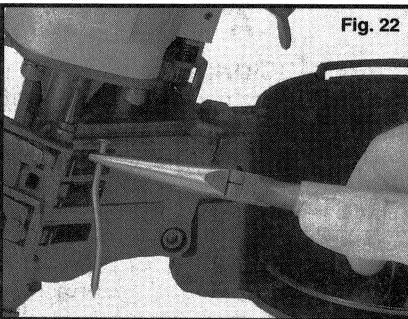

Fig. 22
3. Utilice una varilla delgada de acero dulce para empujar la hoja del impulsor hasta su posición más alta. Utilice unos alicates con punta de aguja para quitar el sujetador atorado (vea la Fig. 22).